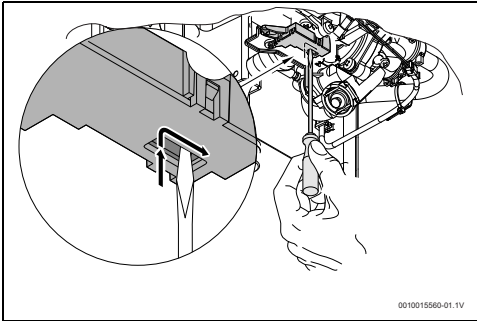

Fig. 29 Resetear el microinterruptor
- Posicionar el microinterruptor según la fig. 29.